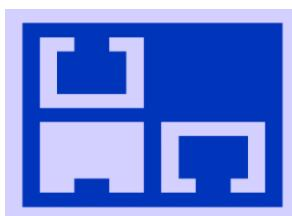

Figura 24 - Status de indicação das Portas Ethernet
8. O estado do link de cada uma das 4 portas Ethernet (no painel traseiro do equipamento), indica se o link está “up” (conectado) ou “down” (vazio). A figura 24 indica que a GbE1 está com link ativo, GbE2 e GbE3 estão desconectadas e GbE4 está desabilitada.